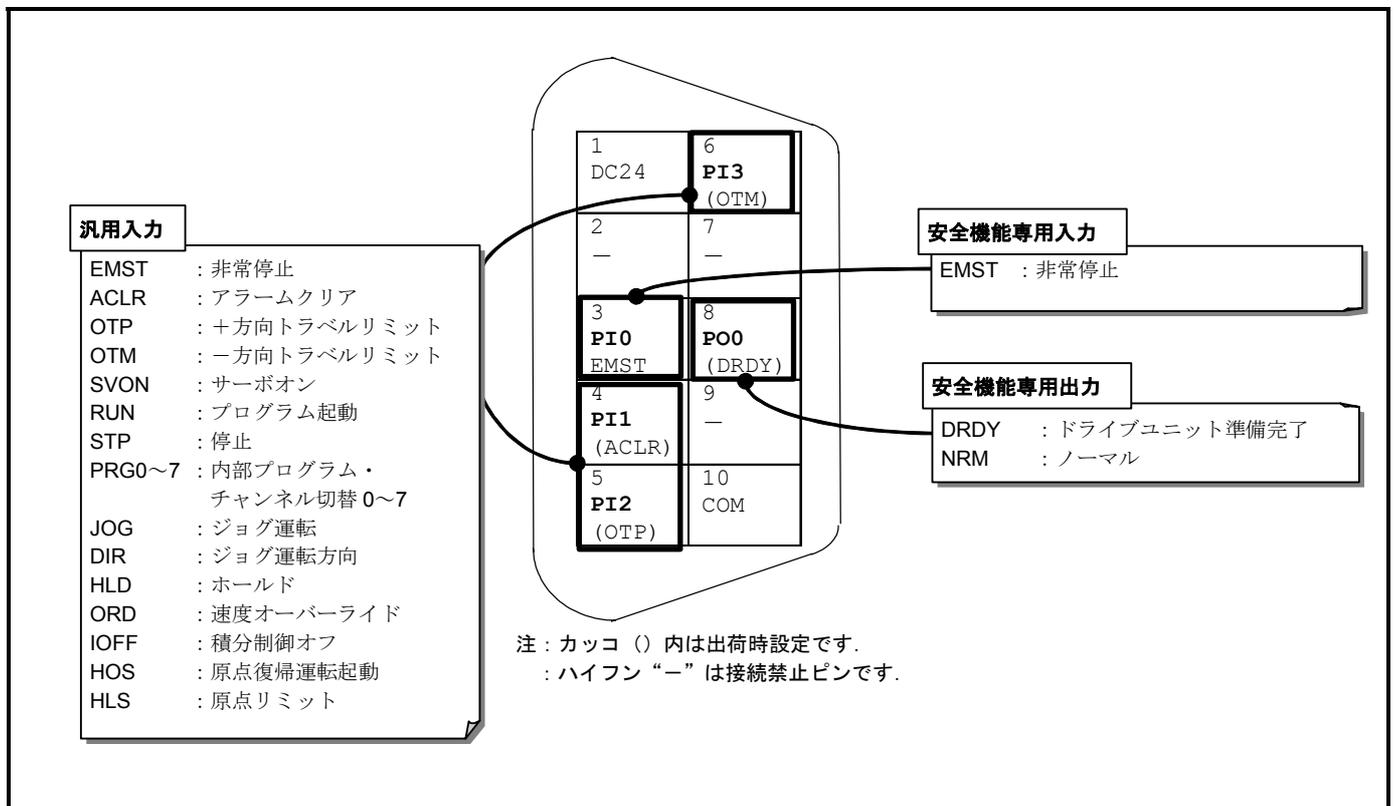

図 2-3 : CN2 ピン配列
- CN2 : 制御入出力コネクタ のピン配列を「図 2-3 : CN2 ピン配列」に示します。(工場出荷時の状態)